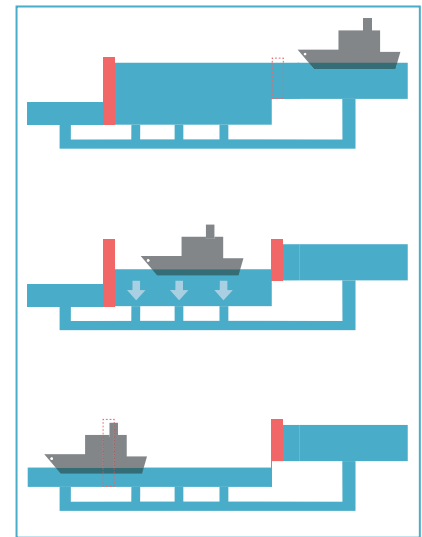
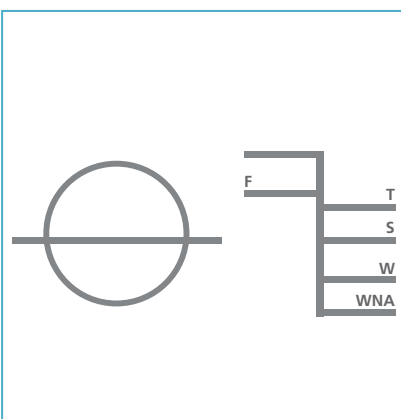
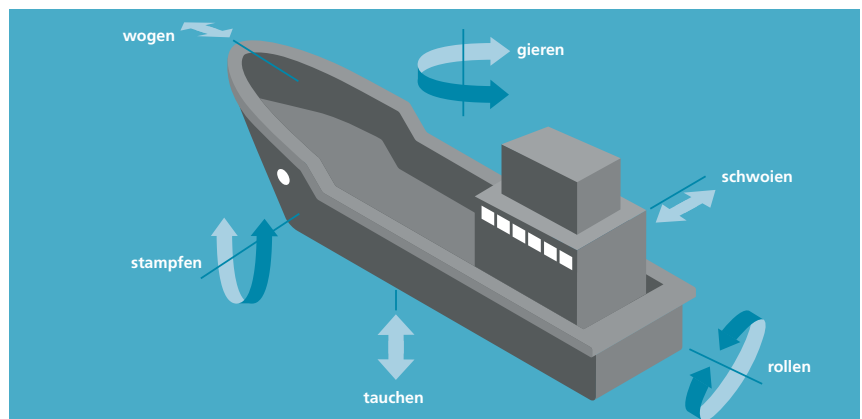
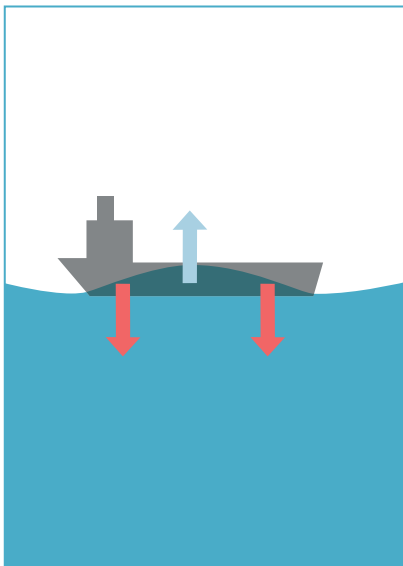

Abbildung 6: Schleuse
Abbildung 5: Freibord-Marke
Abbildung 7: Schiffsbewegungen
Abbildung 18: Schiff auf Wellenberg
Die i.a. in der Mitte eines Schiffs angebrachte *Freibordmarke* (siehe Abbildung 5) zeigt an, wie weit ein Schiff maximal tauchen - sich also (siehe Abbildung 7) nach unten bewegen - darf, damit es bei den üblichen Schiffsbelastungen und -bewegungen noch sicher ist. Steigt das Wasser um das Schiff, etwa in einer Schleuse (Abbildung 6) oder durch eine große Welle (siehe Titelseite oder Abbildung 18), so wird das Schiff mit gehoben, weil die Wasserverdrängung des Schiffs ja gleich dem Gewicht sein muss. Stiege das Schiff nicht mit dem Wasser, verdrängte es mehr Wasser, was zu einer zusätzlichen Auftriebskraft führte.
Dringt Wasser dauerhaft durch Löcher im Rumpf in das Schiff ein, so bedeutet das den fast sicheren Untergang, wenn nicht *Schotten* verhindern, dass das Schiff vollläuft. Wenn zu viel Wasser von oben in das Schiff gelangt, hat das denselben Effekt, muss also vermieden werden. Es muss deshalb darauf geachtet werden, dass das Schiff bei den durch Wind und Wellen verursachten Bewegungen (vgl. Abbildung 7) kein Wasser aufnimmt. Unter den verschiedenen Bewegungen eines Schiffes ist die Drehung um die Längsachse vermutlich am gefährlichsten. Diese Neigung eines Wasserfahrzeuges zu Seite heißt *Krängung* oder *Schlagseite*. Besonders bei periodisch sich wieder-
4. Wie können am Schiff entlangziehende Wellen (vgl. Abb. 18) das Schiff beschädigen? (Siehe auch Flyer „Festigkeit“)
5. Warum liegt ein SWATH (Small Waterplane Area Twin Hull, vgl. Abbildung 18) bei mittlerem Seegang ruhiger als ein herkömmliches Schiff?